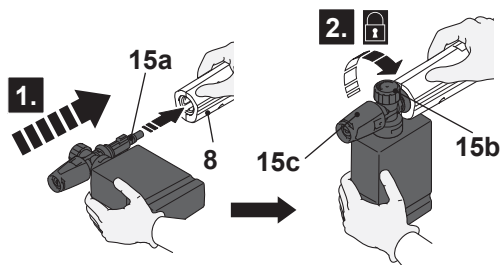

Fig. 10
- > Alinee e inserte las lengüetas (15a) del depósito de detergente (15) con las ranuras del puerto de conexión de la pistola de pulverización (8) (Fig. 10, paso 1).
- > Encaje firmemente el depósito de detergente girándolo en el sentido de las agujas del reloj para bloquearlo en su sitio (Fig. 10, paso 2).